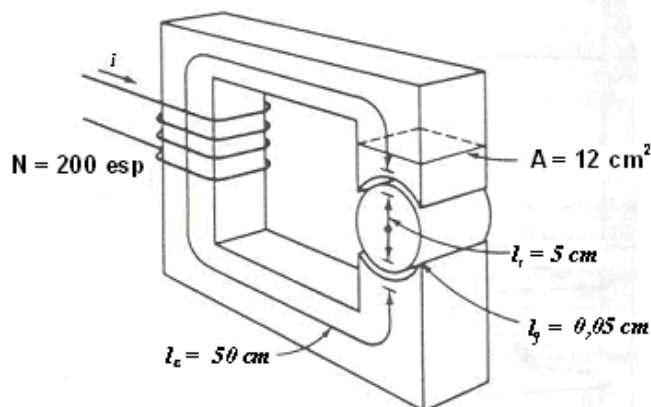

Fig. 4
5.-La Fig. 4 muestra un rotor y un estator simplificados para un motor de corriente continua. La longitud del trayecto medio del estator es de 50 cm y el área de su sección transversal es de 12 cm². La longitud del trayecto medio del rotor es de 5 cm y el área de su sección transversal puede también suponerse de 12 cm². Cada entrehierro de aire entre el rotor y el estator es de 0,05 cm de ancho y el área de la sección transversal de cada entrehierro de aire (incluyendo el efecto de borde) es de 14 cm². El hierro del núcleo tiene una permeabilidad relativa de 2000 y tiene 200 espiras de alambre en el núcleo. Si la corriente en el alambre se gradúa en 1 A, ¿cuál sería la densidad de flujo resultante en los entrehierros de aire?